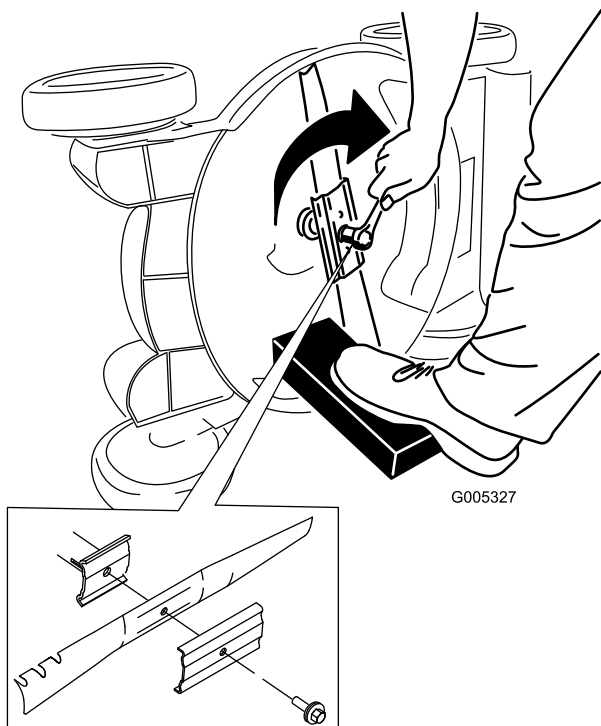

Figura 49
5. Montate la nuova lama usando la bulloneria di montaggio (Figura 49).
3. Mentre il motore acceso e la lama è innestata, spruzzate un getto d'acqua davanti alla ruota destra posteriore (Figura 49).